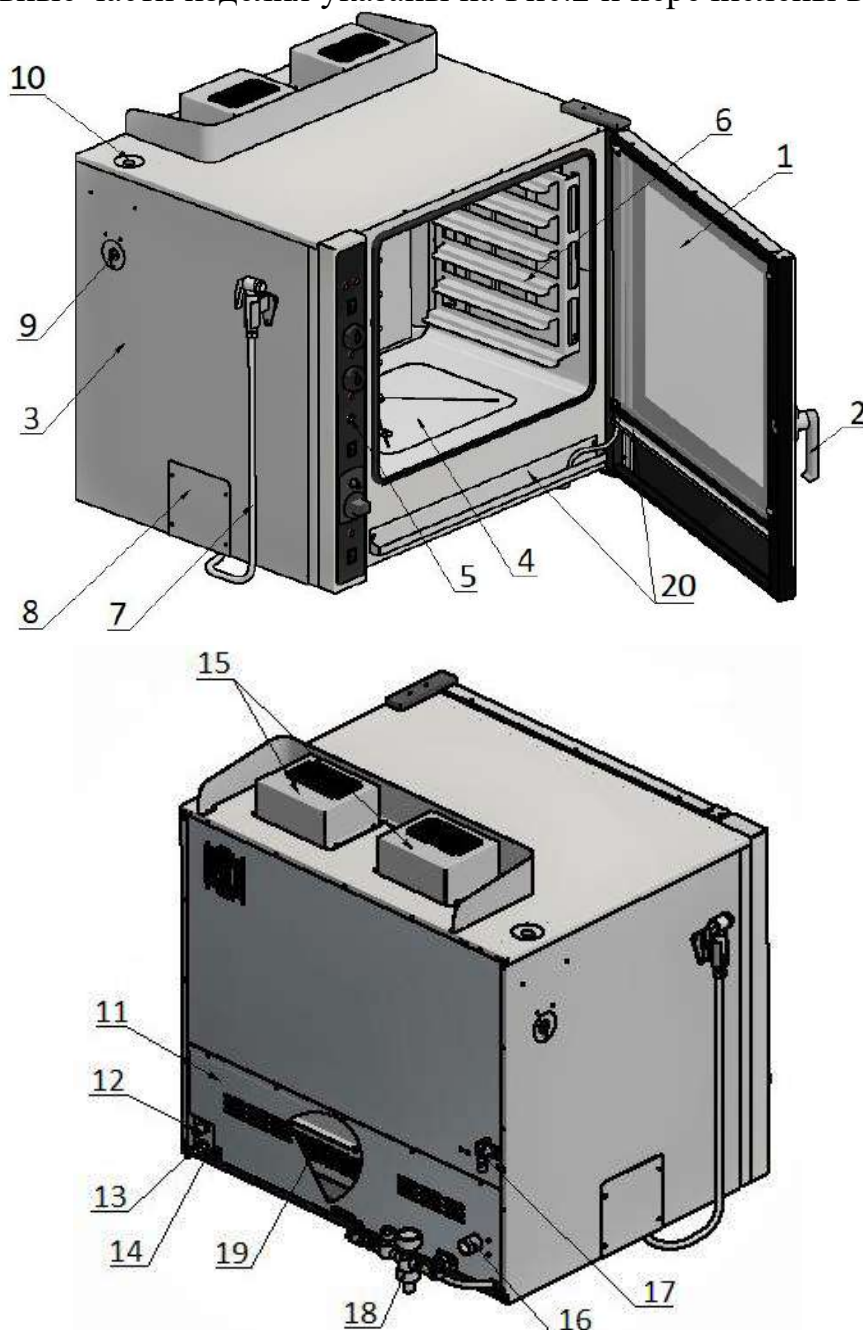
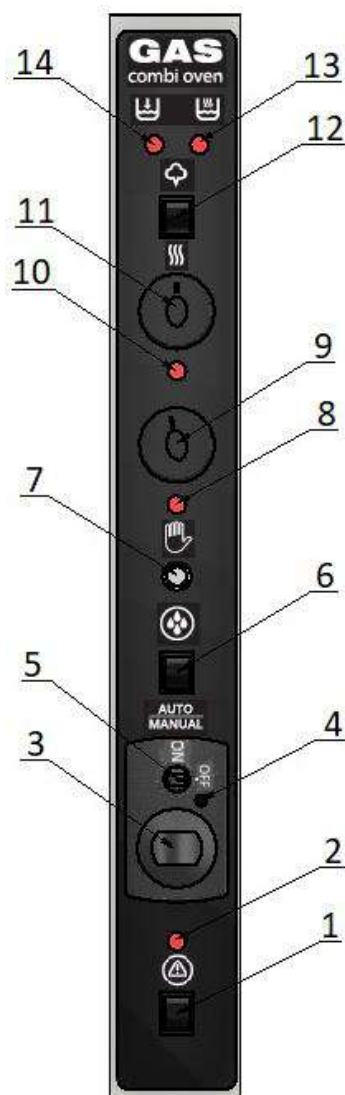
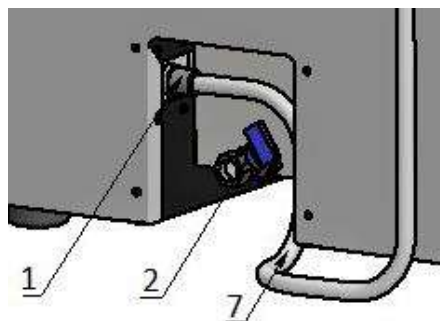

Рис.2
Рис.3
Рис.4
- 1.21 Все работы по устранению неисправностей и ремонту печи должны выполняться лицами, имеющими право на проведение таких работ. Обслуживание горелки (Поз.19, Рис.2) осуществляется при снятии задней стенки (Поз.11, Рис.2) корпуса (Поз.3, Рис.2)
- загоразивать вытяжку для выхода продуктов сгорания (Поз.15, Рис.2).
6.6 Основные части изделия указаны на Рис.2 и перечислены в Таблице 3.
6.5 Элементы управления указаны на Рис.3 и перечислены в Таблице 4.
- 7.5 Оборудование должно устанавливаться в хорошо проветриваемом помещении и обеспечиваться вытяжкой типа «зонт» (в соответствии с общими указаниями (Пункт 2.9, стр.5)) для отвода тепла и продуктов горения от вытяжки (Поз.15, Рис.2).
- 7.6 Подсоединение заземления корпуса пароконвектомата к заземляющему контуру помещения осуществляется согласно ГОСТ 27570.0-87 с помощью болта заземления (Поз.14, Рис.2)
- 7.7 Электрошнур (ПВС 5х2,5) (Поз.13, Рис.2) печи подключить к электрической сети 380В.
- 7.8 Снять заглушку подвода газа. Газовая труба присоединяется к выводу с наружной резьбой G1/2, находящемуся на задней стенке печи (Поз.12, Рис.2).
- 7.10 Присоединить сливной патрубок пароконвектомата (Поз.16, Рис.2) к канализационной сети.
- 7.11 Во избежание потери пара, убедиться, что кран воронки для промывки парогенератора (Поз.9, Рис.2) закрыт.
- 7.14 Подсоединить душ (Поз.7, Рис.4) к патрубку (Поз.1, Рис.4) предварительно сняв лючок (Поз.8, Рис.2).
8.1 Включить электрическую сеть с помощью клавиши (Поз.1, Рис.3). О наличии питания свидетельствует включенная подсветка камеры и работа вентиляторов.
8.4 С помощью клавиши (Поз.12, Рис. 3) выбрать режим приготовления: конвекция (пароконвекция) или чистый пар.
Розжиг основной горелки (Поз.19, Рис.2) пароконвектомата осуществляется от запальной горелки (пилота).
- Для включения запальной горелки необходимо повернуть ручку выбора режимов (Поз.5, Рис.3) против часовой стрелки в положение ON. Нажать и удерживать, чтобы электронный розжиг зажег запальную горелку (пилот). В момент возгорания запальной горелки, загорается сигнальный индикатор (Поз.4, Рис.3), свидетельствующий о наличии пламени на пилотной горелке. После возгорания пилота следует удерживать ручку нажатой 15-20 секунд, после чего отпустить, в этот момент сигнальный индикатор (Поз.4, Рис.3) начинает мигать, что говорит об устойчивом горении запальной горелки. Если пилот не разгорелся, верните ручку в исходное положение и повторите операцию.
Внимание! Выключение сигнального индикатора (Поз.4, Рис.3) в процессе работы пароконвектомата свидетельствует о затухании запальной горелки. В этом случае следует немедленно перевести ручку выбора режимов (Поз.5, Рис.3) в положение Off и провести повторный розжиг.
- Для розжига основной горелки и выхода на требуемую рабочую температуру необходимо установить ручку терморегулятора (Поз.3, Рис.3) в нужное положение (Таблица 5).
- Для отключения горелки необходимо повернуть ручку выбора режима (On-Off) (Поз.5, Рис.3) в положение Off.
8.5 Функция «Пароувлажнение» может осуществляться двумя способами, ручным и автоматическим. Выбор режима пароувлажнения осуществляется клавишей (Поз.6, Рис.3).
- Автоматическая подача воды осуществляется с помощью регулятора автоматической подачи воды (Поз.9, Рис.3). Крайнему левому положению ручки регулятора характерен впрыск воды продолжительностью 2с каждые 10 мин. Крайнему правому положению ручки регулятора характерен впрыск воды продолжительностью 2с, с частотой 1 мин. В момент использования функции «Пароувлажнение» горит сигнальный индикатор (Поз.8, Рис.3), свидетельствующий о подаче воды в камеру пароконвектомата.
- Если использование данной функции в автоматическом режиме не требуется, следует перевести клавишу (Поз.6, Рис.3) в положение ручного режима пароувлажнения (MANUAL). Ручная подача воды осуществляется, по мере необходимости увлажнения в камере, с помощью кнопки (Поз.7, Рис.3). Подавать воду необходимо импульсами в течение не более 2-3 секунд.
- 8.6 При открывании двери (Поз.1, Рис.2) с помощью ручки (Поз.2, Рис.2) для загрузки или выгрузки рабочей камеры пароконвектомата (Поз.4, Рис.2) останавливается работа вентиляторов и прекращается работа основной горелки, в этот момент загорается сигнальный индикатор (Поз.2, Рис.3), свидетельствующий об отсутствии подачи газа на основную горелку. После закрывания двери осуществляется автоматическое включение вентиляторов и автоматический розжиг основной горелки.
- При переключении клавиши (Поз.12, Рис.3) в режим чистого пара вентиляторы камеры останавливаются и оборудование обеспечивает функцию пароварки. ТЭНы парогенератора преобразуют находящуюся в нем воду в пар, который поступает в рабочую камеру. О работе ТЭН парогенератора свидетельствует сигнальный индикатор (Поз.13, рис.3). При понижении уровня воды ниже допустимого, ТЭНы парогенератора автоматически отключаются, гаснет индикатор работы ТЭН парогенератора (Поз.13, Рис.3) и загорается индикатор подачи воды в парогенератор (Поз.14, Рис.3).
- 8.7 Функция «Таймер» (Поз.11, Рис.3) позволяет задать необходимое время приготовления (в пределах 120мин), по окончании которого прозвучит звуковой сигнал, свидетельствующий об окончании заданного времени. При включении функции «Таймер» загорается сигнальный индикатор (Поз.10, Рис.3), свидетельствующий о работе таймера.
- 8.8 Печь снабжена устройством защиты, которое срабатывает в случае повышения температуры в камере выше 320°C, вызванного серьезной неисправностью, в результате этого прекращается подача газа на основную горелку и также загорается сигнальный индикатор (Поз.2, Рис.3).
- ежедневно. В конце работы необходимо произвести тщательную очистку наружных поверхностей от остатков пищи, конденсата, жира и др., используя для этого стандартные средства очистки, не содержащие абразив. Трудноудаляемые пятна очищать специальными средствами по уходу за нержавеющей сталью. После очистки, протереть все поверхности сухой тканью. Для очистки внутренних стенок камеры следует использовать душ (Поз.7, Рис.2), предварительно сняв направляющие (Поз.6, Рис.2) движением вверх. Для очистки двери следует открыть внутреннее стекло. Для удобства очистки ванночек для сбора конденсата (Поз.20, Рис.2) рекомендуется их приподнять и снять с держателей. Не применять абразивные порошки и средства, содержащие агрессивные среды.
- 9.4 Для замены ламп подсветки, необходимо снять направляющие (Поз.6, Рис.2), вывернуть винты и снять рамку со стеклом. Вывернуть лампу и заменить ее новой галогеновой лампой мощностью 150Вт. Завернуть обратно рамку со стеклом.
- 9.5 Периодически следует проверять резиновый уплотнитель на корпусе (Поз.3, Рис.2). В случае износа или повреждения уплотнитель вытянуть из паза и заменить на новый.
- 9.7 При длительном перерыве в работе установки помимо отключения его от сети газоснабжения, электроснабжения, водоснабжения канализации и заземления необходимо слить воду из гидрозатвора. Для этого необходимо снять лючок (Поз.8, Рис.2), затем (используя гибкую сантехническую подводку или емкость) открыть кран слива воды из гидрозатвора (Поз.2, Рис.4). Также необходимо слить воду из парогенератора. Для этого необходимо (используя гибкую сантехническую подводку или емкость) открыть кран слива воды из парогенератора (Поз.17, Рис.2).
- 9.8 Очистку парогенератора от накипи проводить 1раз в 10дней, но не реже 1раза в месяц. Для этого отключить пароконвектомат от электросети. Слить воду из парогенератора через кран слива воды (Поз.17, Рис. 2), после чего закрыть кран. Открыть кран воронки для промывки парогенератора (Поз.9, Рис.2) и залить раствор для удаления накипи в воронку для промывки парогенератора (Поз.10, Рис.2) объемом 4 литра, после чего включить оборудование в режим чистого пара на 20 мин. По истечении времени отключить пароконвектомат от электросети и слить раствор через кран слива воды (Поз.17, Рис. 2).